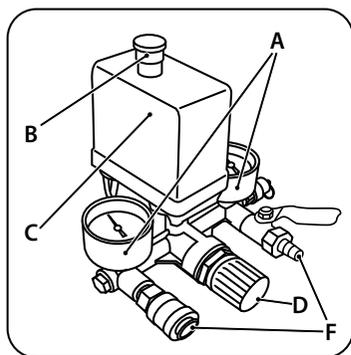

рис. 11
По истечении времени обкатки закрыть клапан слива конденсата и проверить, чтобы компрессор нагнетал воздух в ресивер и останавливался автоматически по достижении максимального рабочего давления, указанного на индикаторе манометра (А) (рис. 11).
Компрессор работает полностью автоматически при помощи реле давления (С) (рис. 11), останавливающего двигатель по достижении максимального давления и запускающего компрессор при падении давления до минимального установленного уровня (на 2 бара меньше максимального рабочего давления).
Для правильного использования компрессора проверьте оптимальное значение давления для инструмента, которым вы должны пользоваться. При помощи выходного редуктора и манометра расхода выходного воздуха возможна регулировка выходного давления сжатого воздуха. Для выполнения этой операции нужно повернуть вентиль редуктора (D) по часовой стрелке для увеличения давления, а против часовой стрелки — для уменьшения давления. По окончании работы рекомендуется перевести значение выходного давления на нуль по манометру (A) (рис. 11). Эта операция нужна для предотвращения увеличения погрешности и быстрого износа редуктора.
Подключение пневматического инструмента к компрессору осуществляется с помощью выходного быстросъемного штуцера (F) (рис. 11).